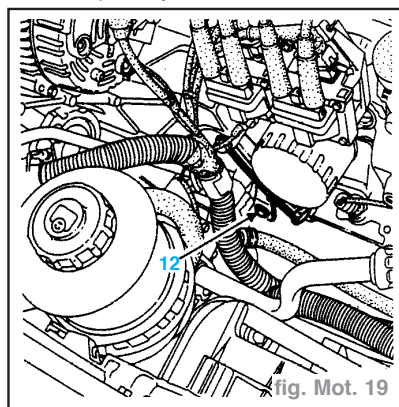

fig. Mot. 19
- la vis (**12**) de fixation du tube d'eau (fig. Mot. 19).